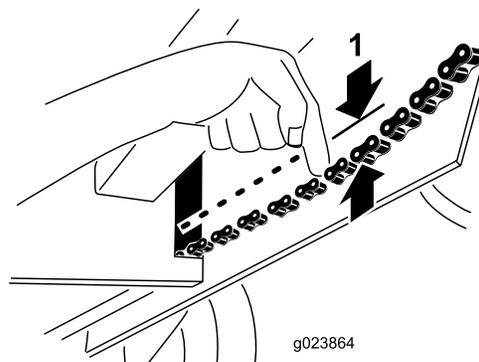

Рисунок 44
4. Нажмите вниз на приводную цепь зубьев вблизи проема в раме с усилием 9 кг (Рисунок 44).
4. Нажмите вниз на цепь вблизи проема в раме с усилием 9 кг (Рисунок 44).